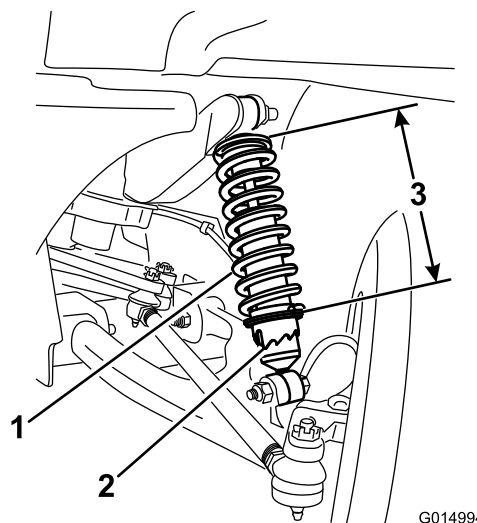

Figura 43
3. utilizzando l'attrezzo Toro6010 ruotate il collare sull'ammortizzatore per cambiare la lunghezza della molla (Figura 43).